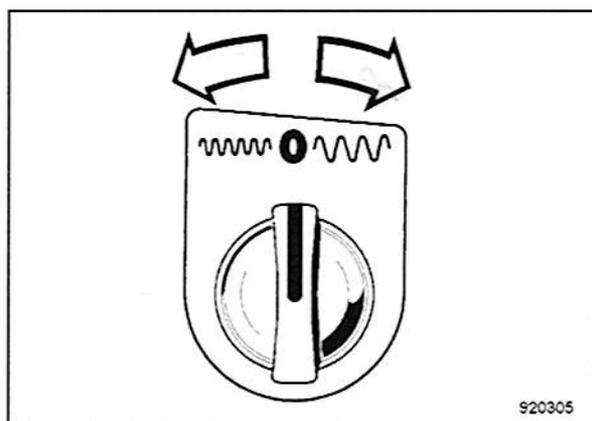

Fig. 77
- Preseleccionar la amplitud / frecuencia con el interruptor giratorio (Fig. 77).